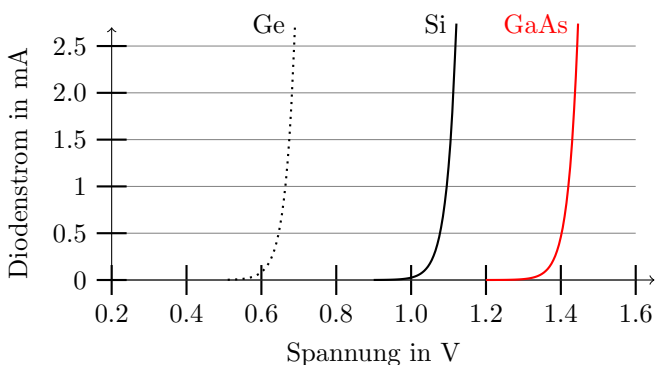

Abb. 6: Diodenkennlinien nach Gl. (17) für $T = 300 \text{ K}$.
Das elektronische Bauteil mit einem pn-Übergang wird als *Halbleiter-Diode* bezeichnet. Man unterscheidet, je nach Polung der externen Spannung *Sperrrichtung* der Halbleiter-Diode ($U < 0$) und *Flussrichtung* ($U > 0$). Die Sperrstromstärke hängt für $|U| \gg U_{th}$ nicht von der externen Spannung ab. In Flussrichtung gepolt, nimmt die Stromstärke exponentiell mit U zu. Die Kennlinienform ist für alle Halbleiterdioden gleich. Abb. 6 zeigt die nach Gl. (17) berechneten Diodenkennlinien. In jedem der Fälle finden Sie eine Exponentialfunktion ohne Schwellenwert. Der Faktor $\exp(-U_G/U_{th})$ führt zu einer Verschiebung der Kennlinien parallel zur Abszisse, die Form bleibt jedoch gleich.